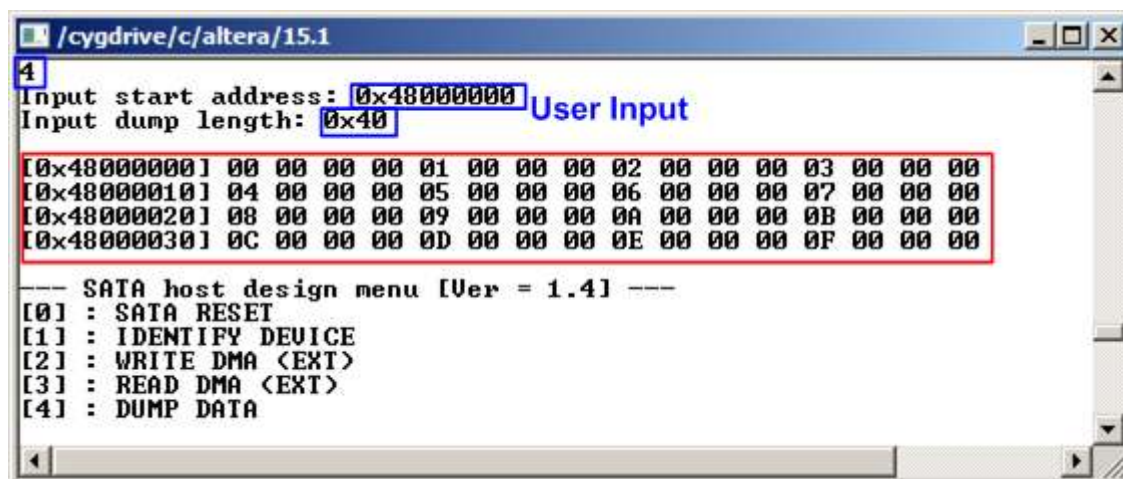

図 2-9 ダンプ・コマンド表示画面
- パラメータ入力後、下図 2-9 のように指定した範囲のメモリ内容が 16 進数で表示されます。